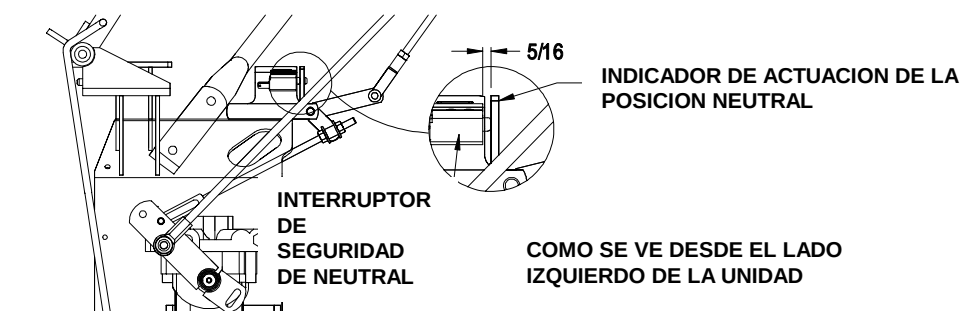

FIGURA 8
2. Mueva la palanca de control de velocidad (ubicado en la consola) totalmente hacia adelante y controle la orientación del indicador al final de la manivela del control de velocidad. Vea figura 8. Estos indicadores deben estar apuntando directo hacia abajo en la posición de las 6 en punto o ligeramente hacia adelante. Ajuste la horquilla estriada en la parte inferior del acople del control de velocidad hasta que los indicadores estén en la posición correcta. Vea figura 8.
3. Estire la palanca de control de velocidad de nuevo a la posición neutral. Controle que el indicador del interruptor de seguridad de neutro haya presionado el pistón del interruptor de tal manera que haya unas 5/16 de pulgada entre el indicador y el interruptor. Vea figura 8. Si es necesario, mueva el interruptor hacia adelante o atrás para hacer el ajuste correspondiente.